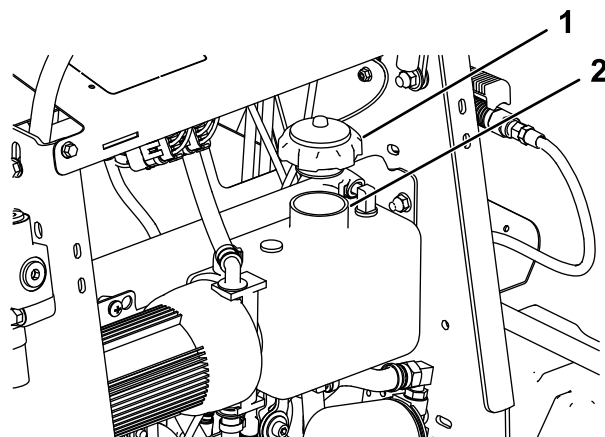

Figura 52
2. Retire el tapón del depósito hidráulico (Figura 52).